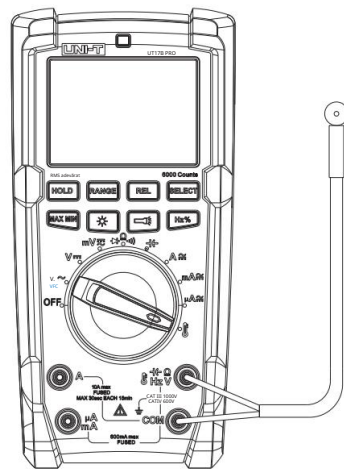

Figura 8
9.8 Măsurarea temperaturii (Numai UT17B PRO) (Vezi Figura 8)